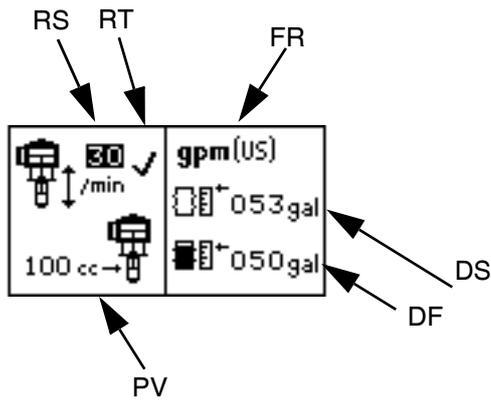

Abb. 22: Einrichtungsbildschirm 1
Im Einrichtungsbildschirm 1 können Sie die Trockenlaufzyklusrate (RS) festlegen, den Trockenlaufschutz (RT) aktivieren/deaktivieren, das Pumpenvolumen pro Doppelhub (PV) auswählen, die Maßeinheiten für die Fördermenge (FR) auswählen, die Behältergröße (DS) eingeben und das Behälterfüllvolumen (DF) eingeben. Siehe ABB. 22.
Wenn der Trockenlaufschutz (RT) aktiviert ist, wird im Einrichtungsbildschirm ein ✓ angezeigt. Siehe ABB. 22.
Wenn Sie die Trockenlaufüberwachung deaktivieren möchten, wechseln Sie in den Einrichtungsmodus und setzen Sie den Trockenlaufwert auf 0 (Null) oder schalten Sie (RT) aus. Siehe ABB. 22.